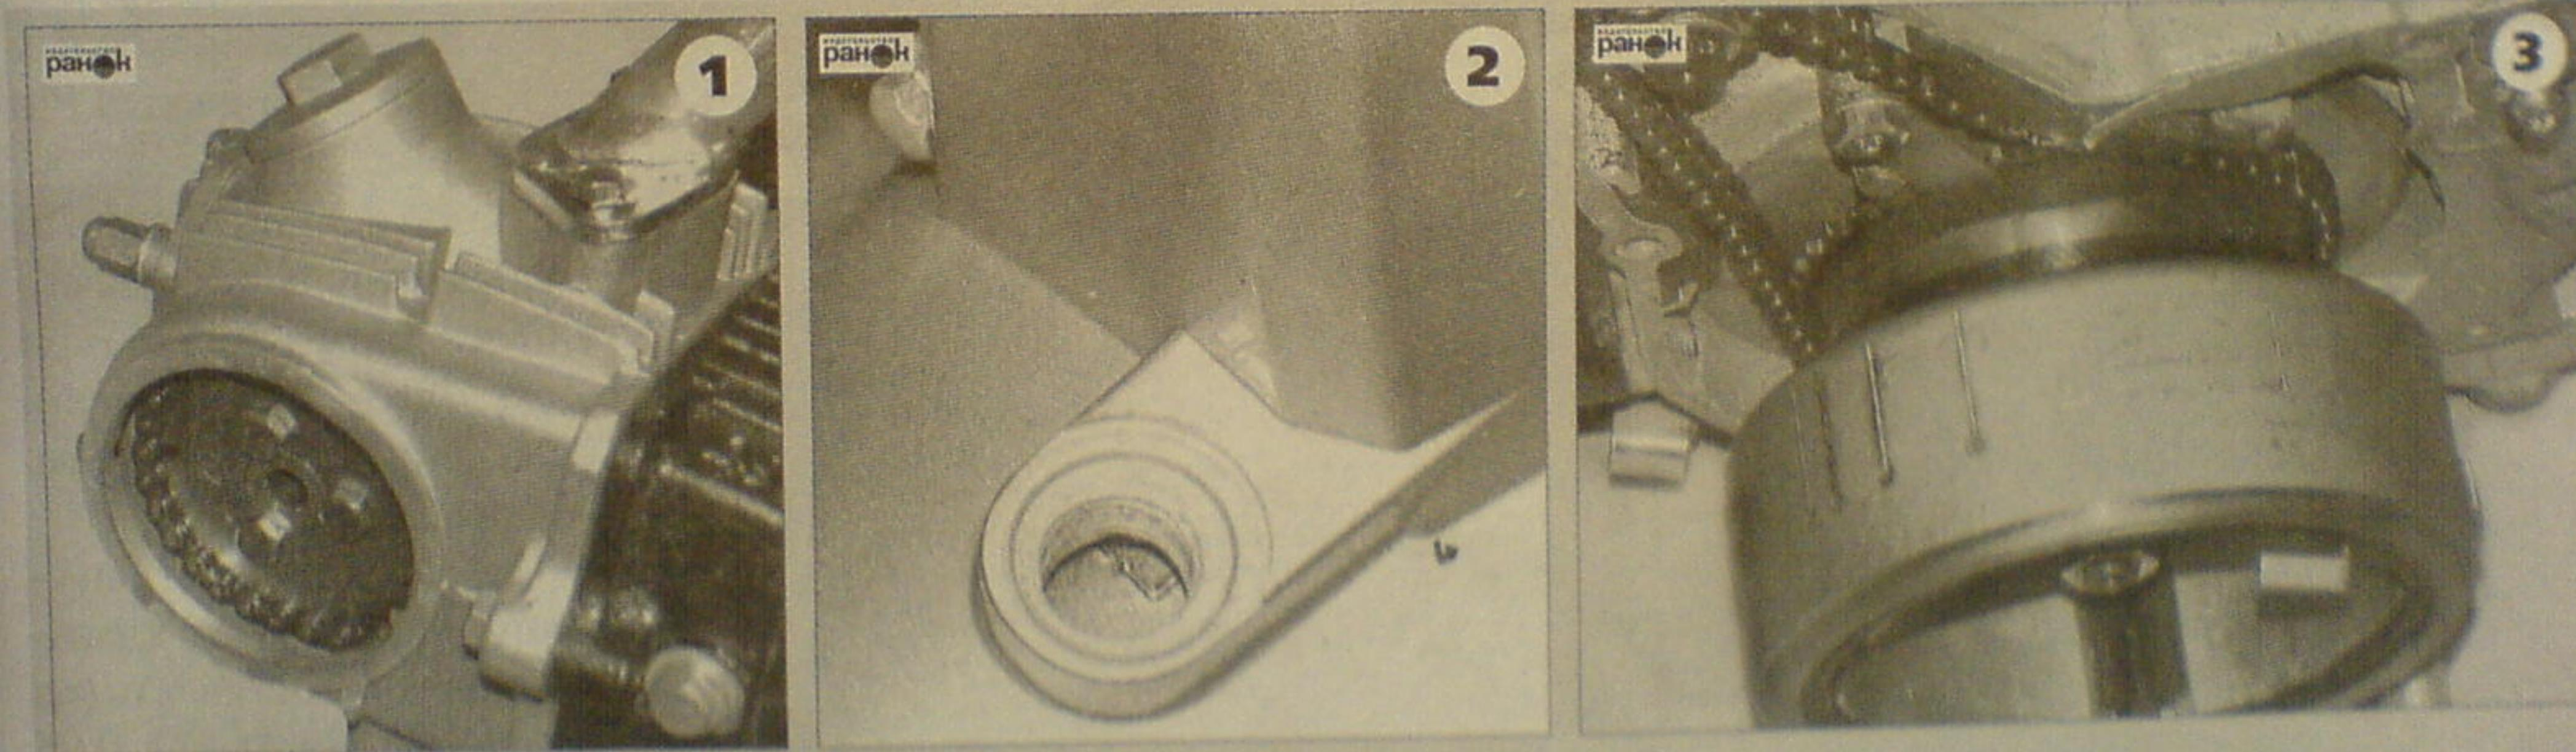

Рис. 22. Установочные метки верхней мертвоточки (ВМТ) конца такта сжатия
- провернув коленчатый вал двигателя против часовой стрелки, совместить метку «Т» с меткой на левой крышке картера (сделать это можно, нажимая на кик-стартер или вращая коленвал трубчатым ключом, надетым на гайку крепления ротора генератора, рис. 22, 23);